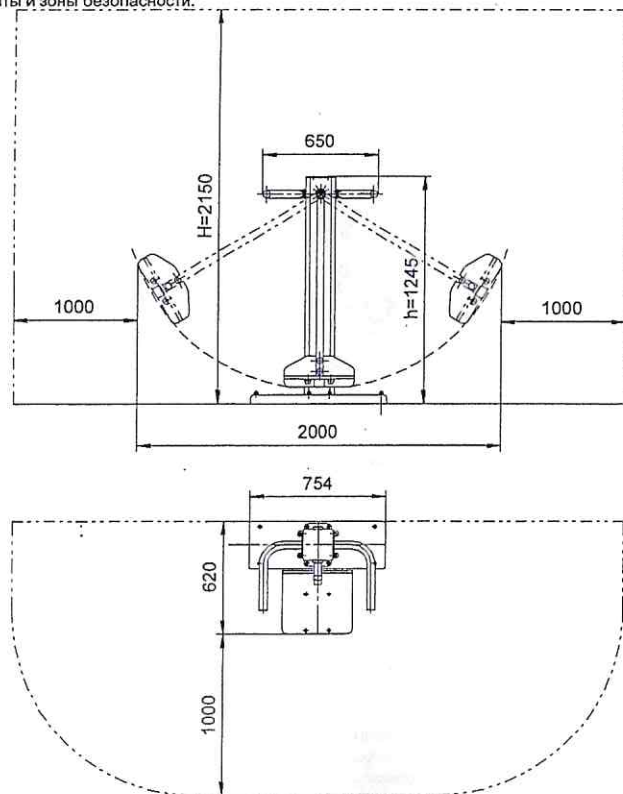

Рис.1
2.1 Основные технические характеристики приведены в таблице 1 и на рис. 1